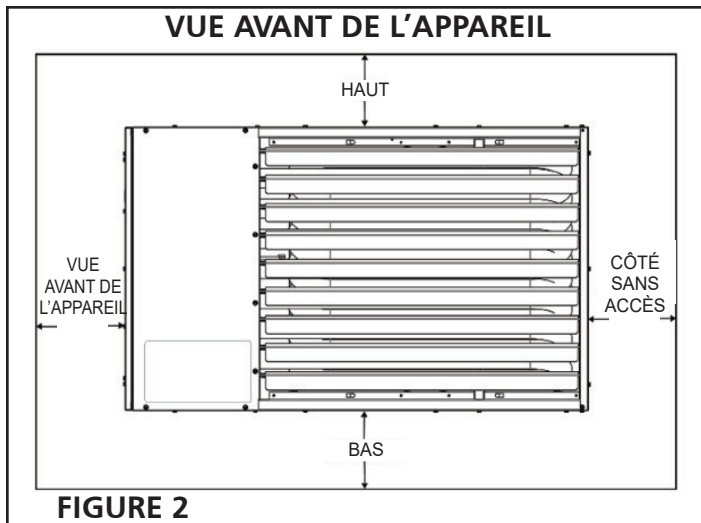

FIGURE 2
- Respectez les dégagements/distances minimaux par rapport aux matériaux combustibles et les dégagements de service recommandés indiqués à la Figure 2 et au Tableau 3.